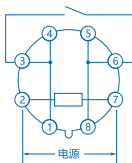

图7 KG10M接线图
5.1.2 KG10M接线方式如图7所示，如采用导轨式安装可配用CZS08C底座。